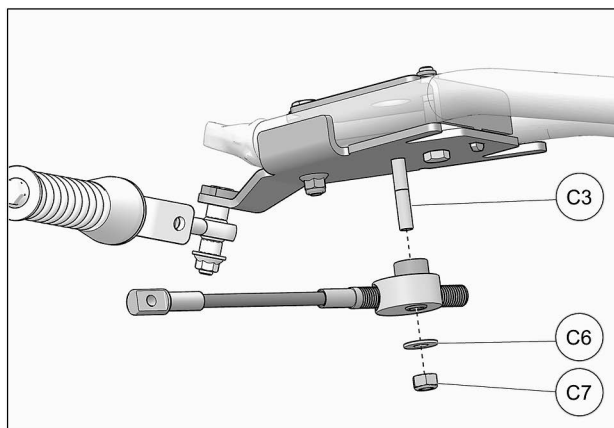

Fig. 35
18. Glisser le disque en aluminium du limiteur de conduite sur le boulon (C3). Utiliser la rondelle (C6) et l'écrou (C7) pour fixer le limiteur de conduite en place. Serrer l'écrou à un couple de 50 Nm [37 lb•pi]. Fig. 35